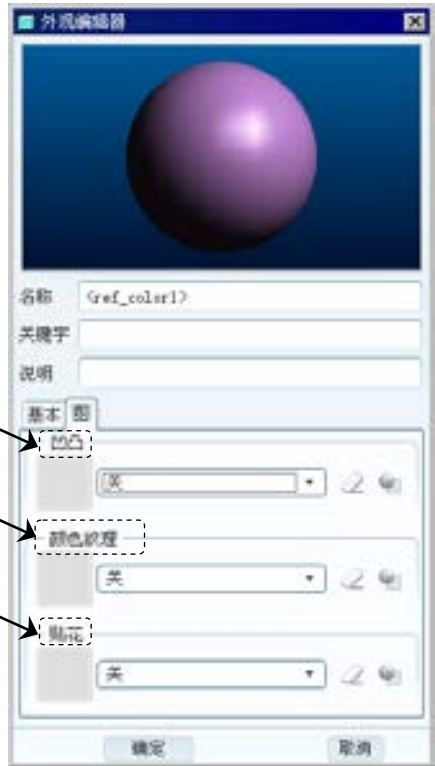

图 7.8.5 “图”选项卡
(4) 外观的映射设置。在图 7.8.5 所示的“外观编辑器”对话框中打开图选项卡，可以设置外观的凸缘、颜色纹理和贴花属性。